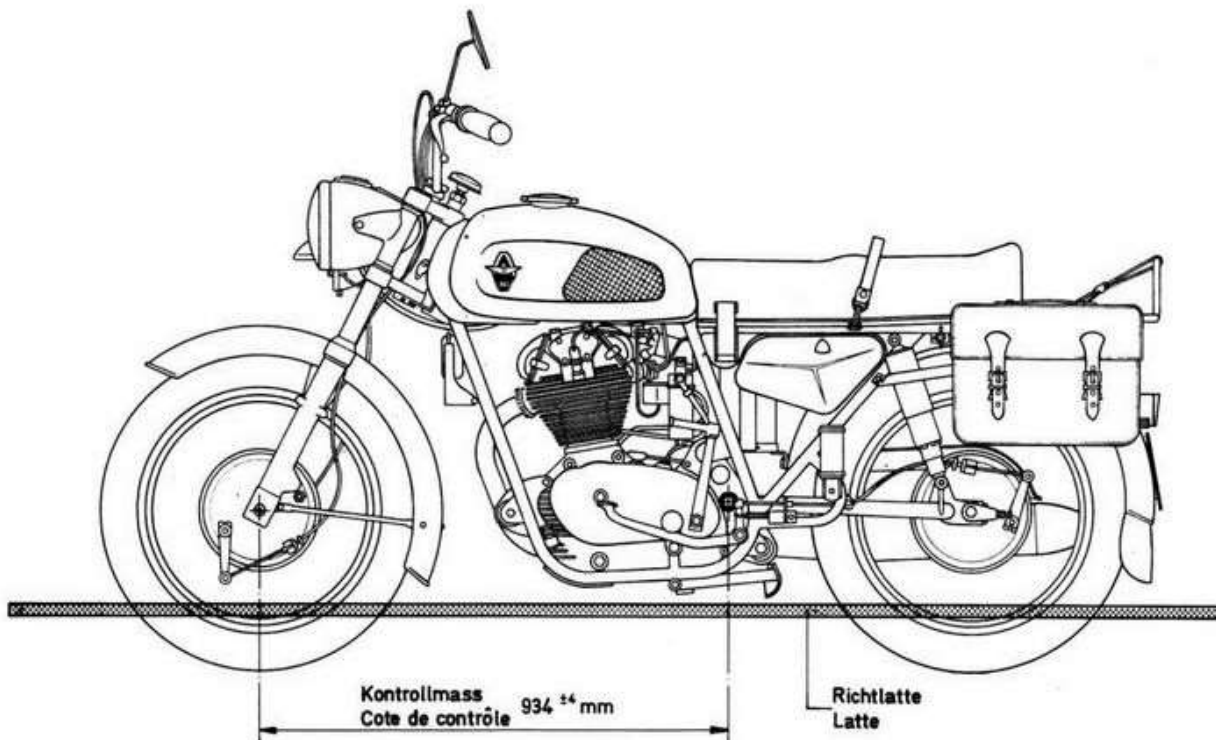

Fig. 22
- 3° Distanz zwischen Vorderradachse und Hinterradschwingendrehpunkt kontrollieren (siehe Fig. 22)
- 3° Contrôle de la distance entre l'axe de roue avant et le pivot de fourche arrière (voir fig. 22)